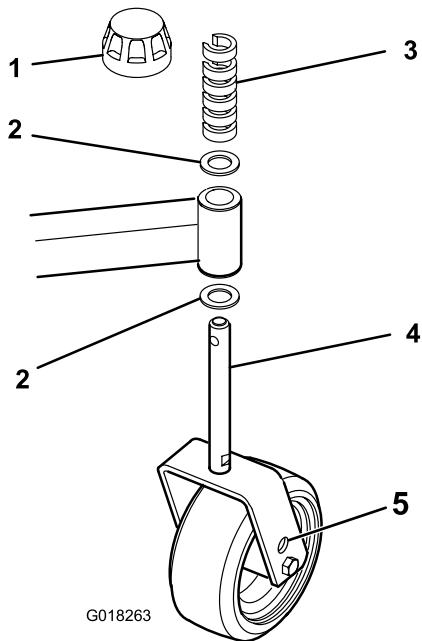

Bild 9
2. Stecken Sie die Laufradachsen in allen Gabeln in die gleichen Löcher. Ermitteln Sie die richtigen Löcher für die Einstellung mit Bild 7, Bild 8 und Bild 9.
1. Nehmen Sie die Spannkappe von der Spindelwelle ab (Bild 9).